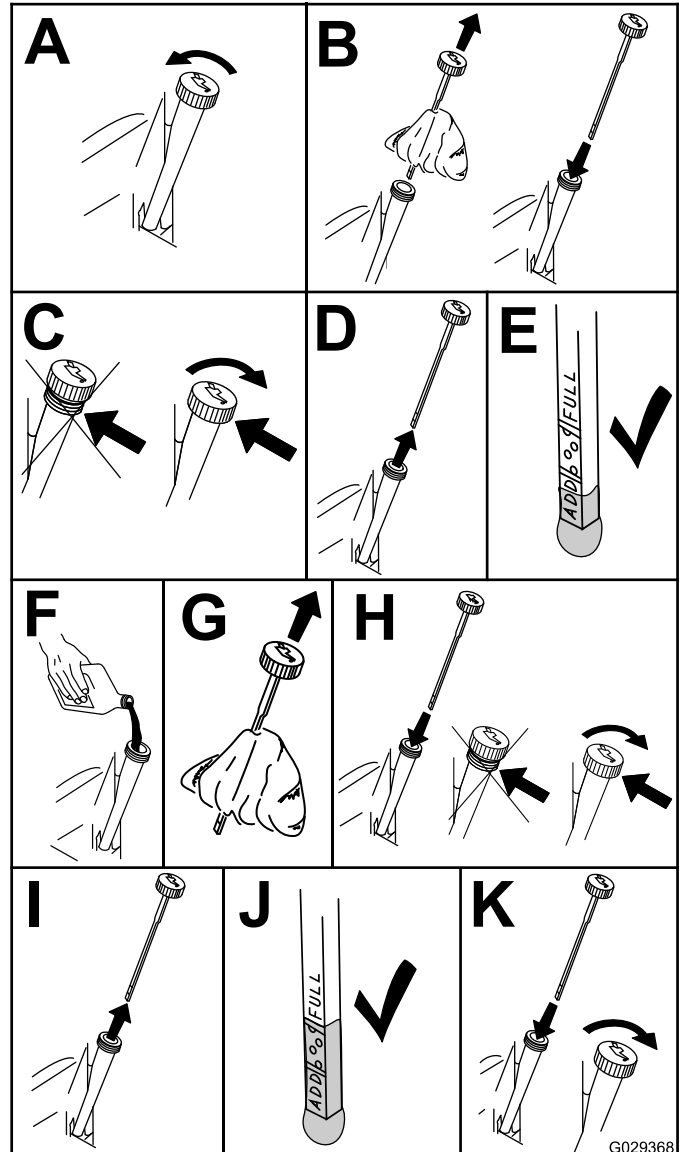

Figura 19
2. Controllo del livello dell'olio motore (Figura 19).